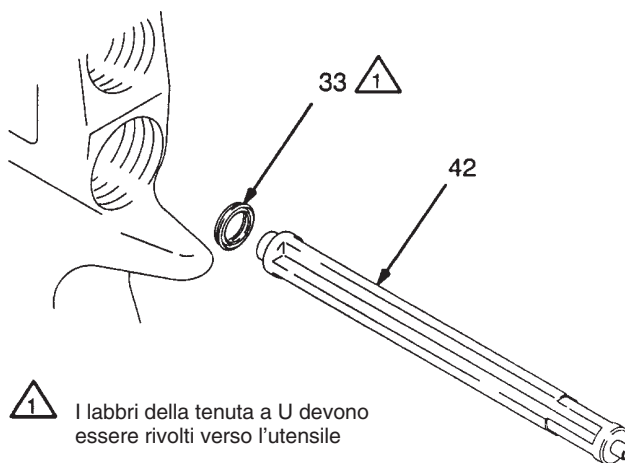

Fig. 9
5. Posizionare la nuova tenuta a U (33) sull'utensile di montaggio per tenute (42), con i labbri della tenuta a U rivolti verso l'utensile, come illustrato nella Fig. 9.
6. Spingere la guarnizione (33) all'interno della pistola fino ad avvertire uno scatto definitivo.